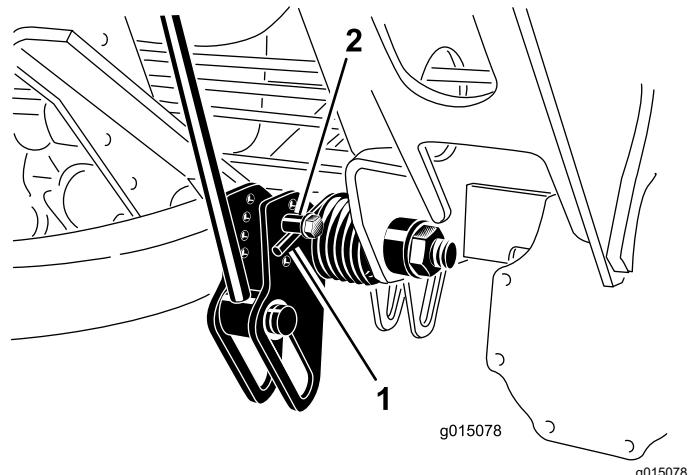

Figura 72
- Coloque un tubo u otro objeto similar sobre el extremo largo del muelle para aliviar la tensión durante el ajuste (Figura 72).
- Para aliviar la tensión del muelle, retire el perno y la contratuerca que sujetan el actuador del muelle al soporte (Figura 72).